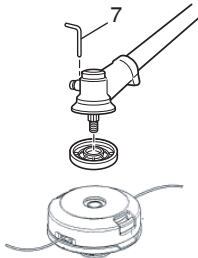

Fig. 4
3. Instalación (Fig. 4)
- Inserte la llave Allen (7) en el orificio de la caja de engranajes para bloquear el tubo del eje de distribución.